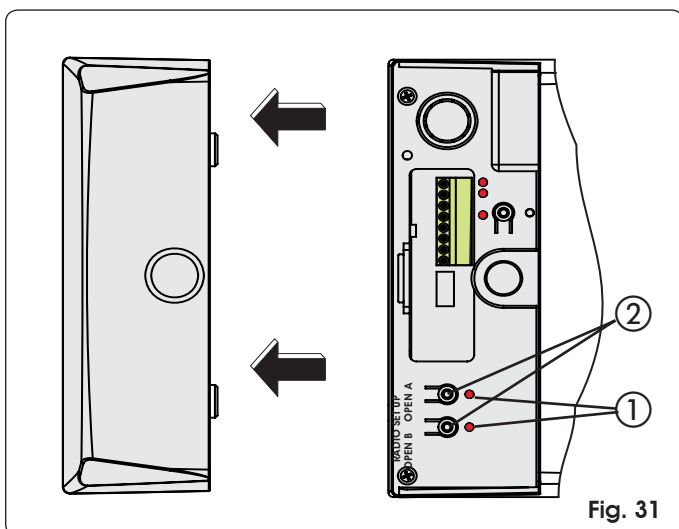

Fig. 31
- 2) Druk 1 seconde lang de knop OPEN A of OPEN B in (Fig. 31 ref. ②), om respectievelijk de volledige of de gedeeltelijke opening in het geheugen op te slaan.
- 3) De bijbehorende led (Fig. 31 ref. ①), begint 5 seconden lang langzaam te knipperen.
- 4) Druk 1 seconde lang de knop OPEN A of OPEN B in (Fig. 31 ref. ②), om respectievelijk de volledige of de gedeeltelijke opening in het geheugen op te slaan.